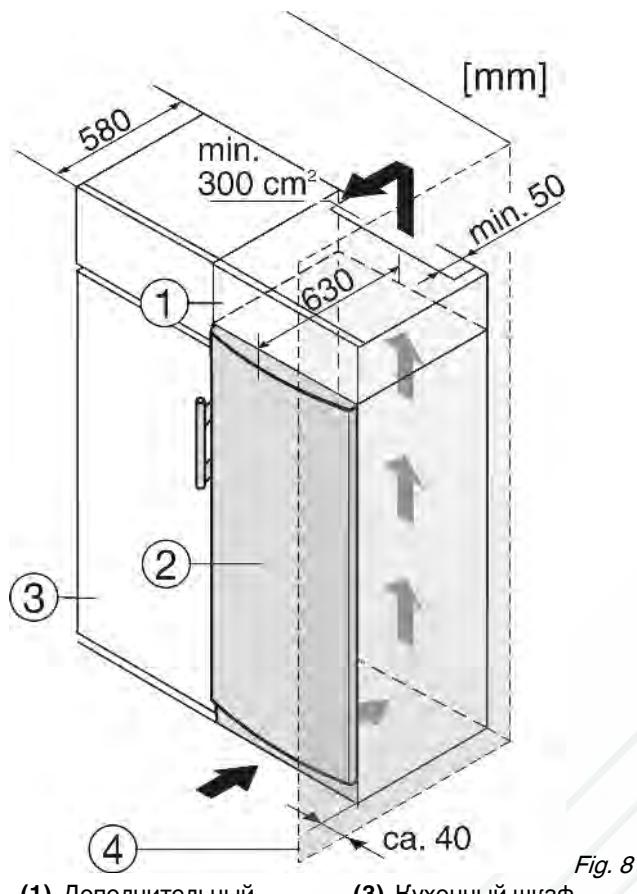

Fig. 8
(1) Дополнительный шкафчик
(2) Устройство
(3) Кухонный шкаф
(4) Стенка
Устройство может быть окружено предметами кухонной обстановки. Чтобы уравнять устройство Fig. 8 (2) по высоте с кухонной стенкой, можно установить над устройством соответствующий дополнительный шкафчик Fig. 8 (1).
При комбинировании с обычными кухонными шкафами (глубина макс. 580 мм) устройство можно установить непосредственно рядом с кухонным шкафом Fig. 8 (3). Дверь устройства выступает по сторонам на 34 мм и по центру устройства на 50 мм относительно передней стенки кухонного шкафа. Поэтому ее можно свободно открывать и закрывать.
Если устройство установлено на шарнирах у стены Fig. 8 (4), то расстояние между устройством и стеной должно быть не менее 40 мм. Настолько выступает ручка при открытой дверце.